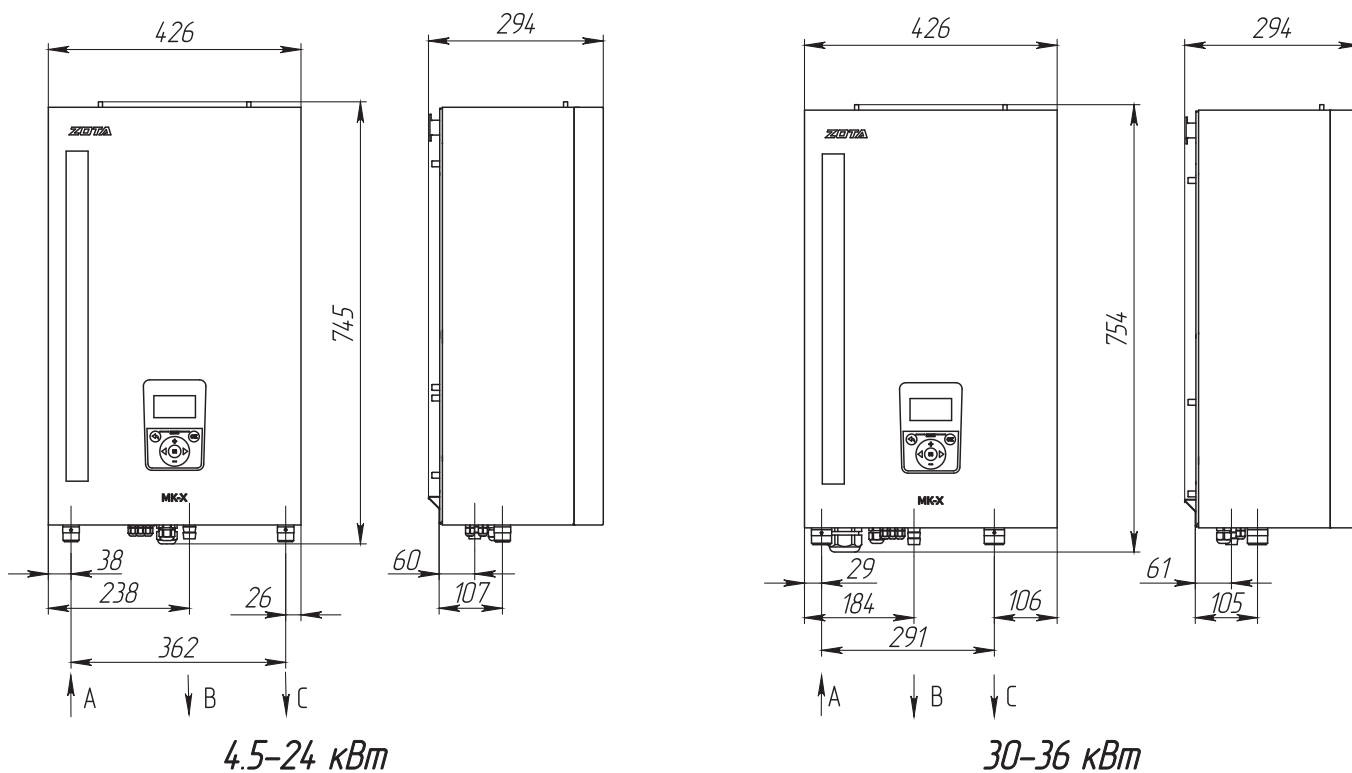

Рис.10 Габаритные размеры ZOTA МК-Х 4,5-36
- подсоединить котел к системе отопления. Габаритные и присоединительные размеры котлов указаны на **Рис.10**;